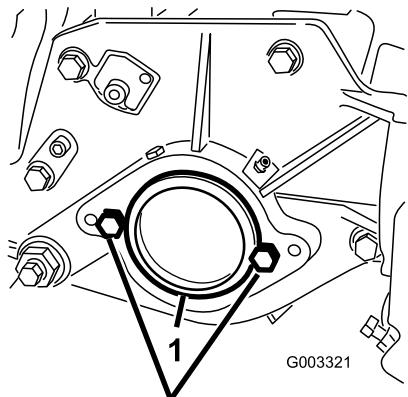

Figura 13
2. Sul lato destro dell'apparato di taglio, rimuovete il tappo in plastica dall'alloggiamento del cuscinetto (Figura 13).
3. Togliete le 2 viti a testa cilindrica dalla piastra laterale destra (Figura 13).
2. Vite a testa cilindrica (2)
5. Montate, senza stringere eccessivamente, le 2 viti di montaggio del motore del cilindro sulla piastra laterale sinistra dell'apparato di taglio (Figura 13).